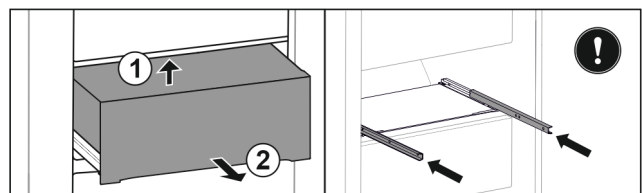

Fig. 40
- ▶ Приподнимите выдвижной ящик сзади снизу. Fig. 40 (1)
- ▶ Извлеките выдвижной ящик движением вперед. Fig. 40 (2)